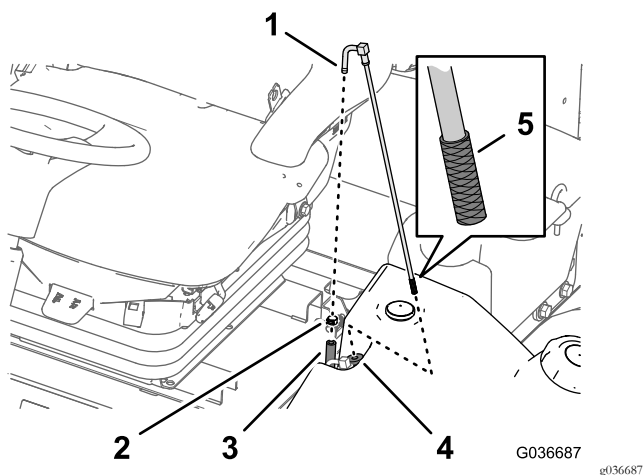

Figura 44
1. Rimuovete la fascetta stringitubo che fissa il flessibile di alimentazione del carburante al raccordo del tubo di adduzione del carburante (Figura 44).
2. Separate il flessibile dal raccordo (Figura 44).
3. Sollevate il tubo di adduzione del carburante dal serbatoio del carburante (Figura 44).
4. Pulite eventuali detriti dalla griglia all'estremità del tubo di adduzione del carburante (Figura 44).
5. Inserite il tubo di adduzione del carburante attraverso la boccola in gomma e nel serbatoio (Figura 44).